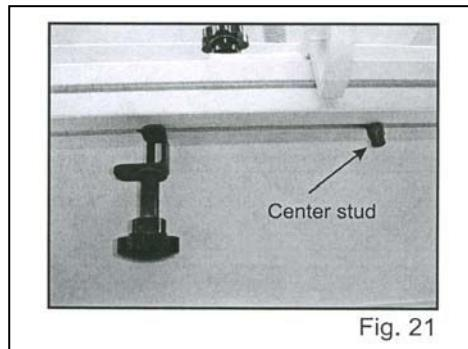

Fig. 21
2. Вставьте центральный штифт и Т-образный болт (M8-1,25x60) в линейку для поперечных распилов (см. рис. 21) и завинтите в нее ручку (M8-1,25x25).